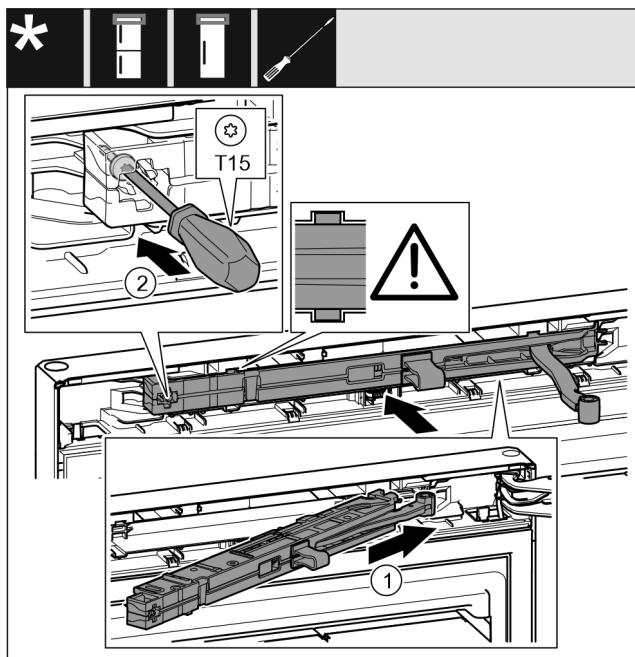

Fig. 44
- ▶ Inserire in diagonale l'unità dell'ammortizzatore di chiusura Fig. 44 (1) nel vano sul lato del blocco di supporto fino a battuta.
- ▶ Stringere la vite Fig. 44 (2) con un cacciavite.